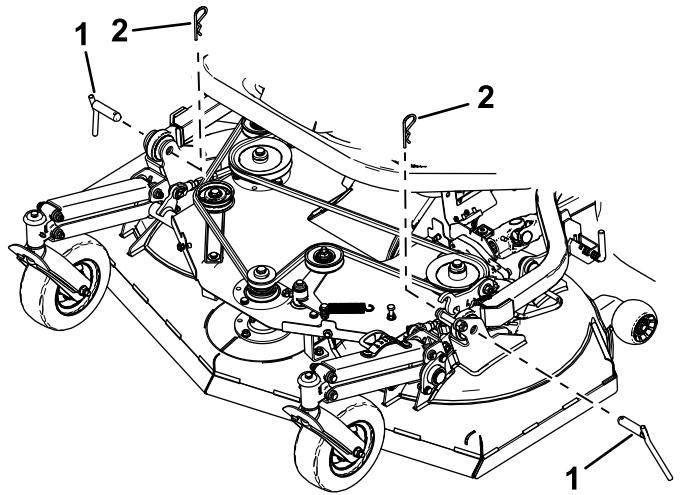

図 92
- カッティングユニットの左右で昇降アームを固定しているヘアピンコッター2本とクレビスピンドル2本を取り外す図 92。
5. ヘアピンコッターとクレビスピングで、昇降アームを機体左右に固定する 図 92を参照。